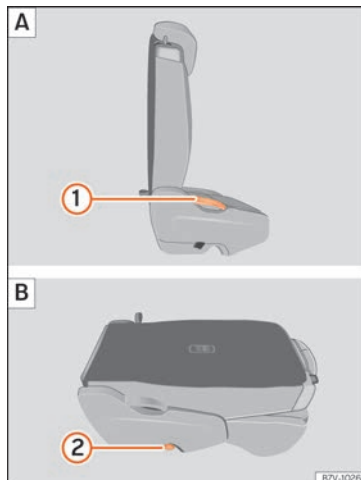

Fig. 143 Segunda fila de asientos: pliegue el asiento trasero A, asiento trasero como superficie de carga B.
- Retire los objetos de la zona reposapiés situada delante y detrás del asiento trasero »» ❶.
- Tire de la palanca »» fig. 143 ❶ hacia arriba y pliegue el respaldo hacia delante. La banqueta completa se pliega hacia delante »» ❷.
- Baje el respaldo plegado hacia delante hasta que esté encastrado en la posición de la superficie de carga »» fig. 143 ❷.
- Tire de la palanca » » » **fig. 143** ① hacia arriba y coloque el respaldo en vertical. El asiento completo se pliega hacia atrás.